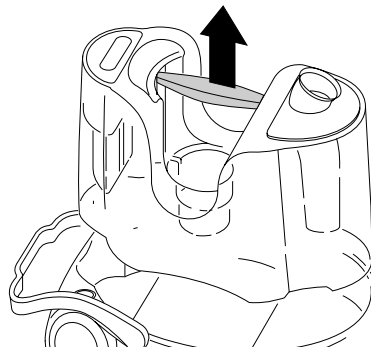

рис. 3
- Выньте резервуар для сбора мусора/жидкости **H** при помощи специальной ручки, имеющейся на резервуаре (рис. 3).